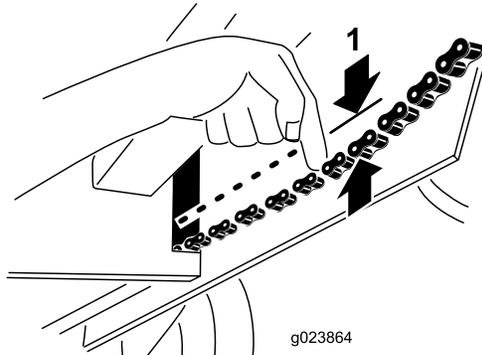

Figura 27
- Empuje hacia abajo cada cadena cerca de la apertura en la estructura con una fuerza de 9 kg (20 libra) (Figura 27). Si una cadena se dobla más de 3 mm (1/8 pulgada), ténsela de la siguiente manera: